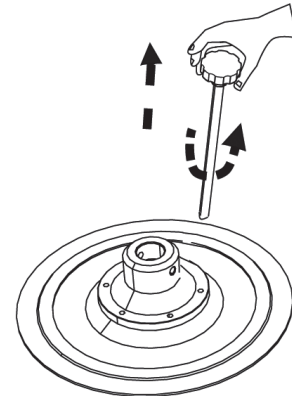

Fig. 5
1. Unscrew the follower plate air bleeder (fig. 5).
1. Desenrosque el purgador de aire del plato seguidor (fig. 5).